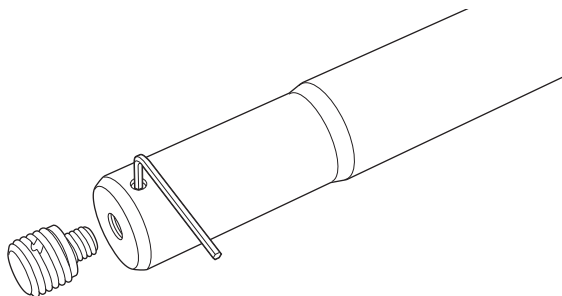

図32: M20スラグを取り外したポール
4. 固定ネジをしっかり締めて、ポールに固定されるようにします (図32)。